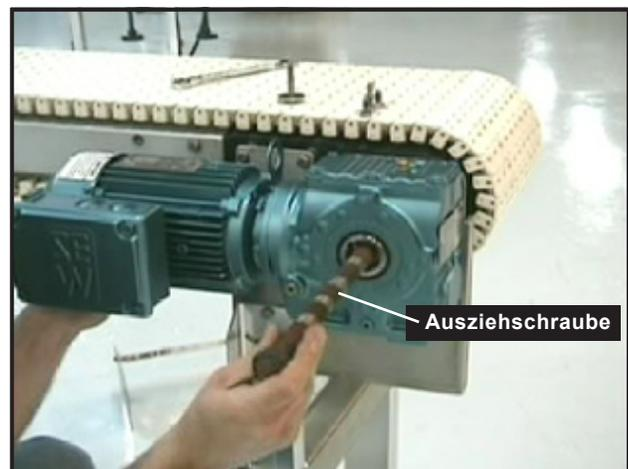

Abbildung 43: Ausziehschraube einfügen um den Getriebekasten vom Schaft zu entfernen
- Wenn der Getriebekasten nicht herausgleitet, fügen Sie die Halterungsschraube (siehe Tabelle A unten) in den Getriebekasten-Auszieher, der sich am Ende des Antriebsschafts befindet (Abbildung 43).